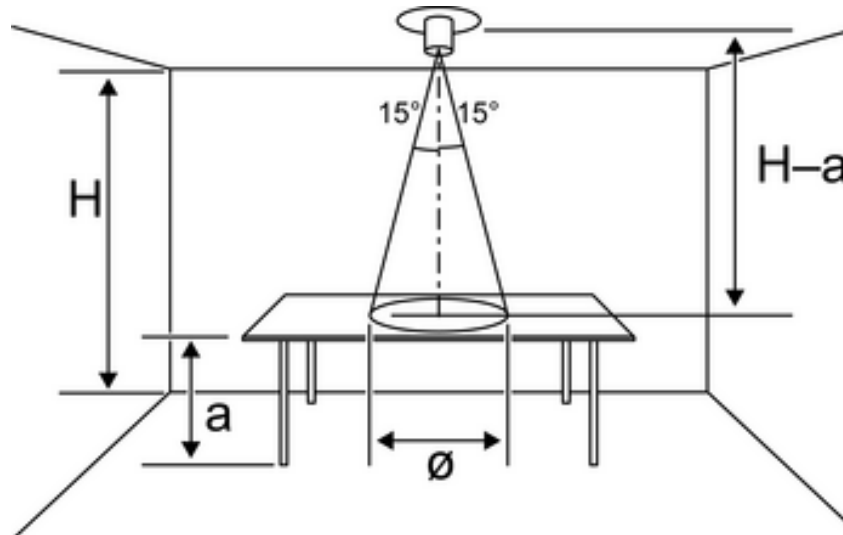

Bild 3: Lichtleitstab mit geradem Lichteinfall
- Den Helligkeitsregler unmittelbar über der Arbeitsfläche an die Raumdecke montieren (Bild 3).
Regler sitzt unmittelbar über der Arbeitsfläche (Bild 3).